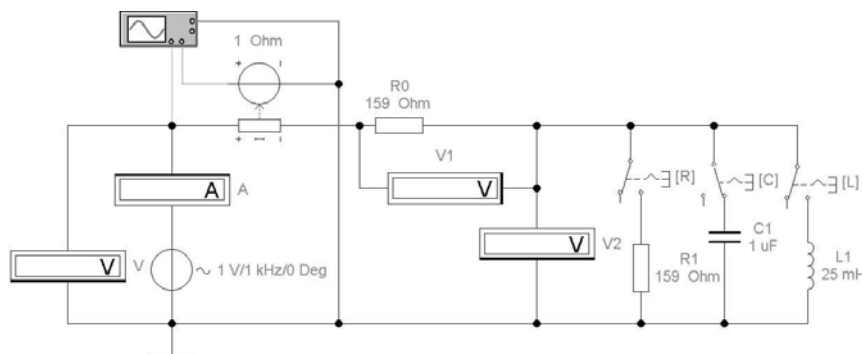

Рис. 6. Моделирование неразветвленной цепи в программе EWB
13. Исследовать неразветвлённую цепь, содержащую элементы  $RR$ ,  $RC$ ,  $RL$ . Открыть файл lab2\_02.ewb. Схема цепи соответствует рис. 6. Установить новые значения элементов цепи, соответствующие значениям элементов цепи лабораторного стенда.
16. Провести измерения угла сдвига фаз между напряжением и током в элементах цепи рис. 6 с использованием двухлучевого осциллографа. Установить переключатели «R», «C», «L» согласно п. 13. На экране осциллографа получить две осциллограммы, соответствующие напряжению на резисторе  $R_1$  (канал А) и сигналу датчика тока в масштабе 1 А в 1 В (канал В).